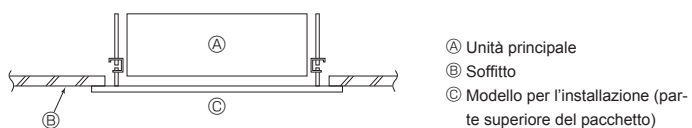

Fig. 3-8
3.7. Conferma della posizione dell'unità principale e serraggio dei bulloni di sospensione (Fig. 3-8)